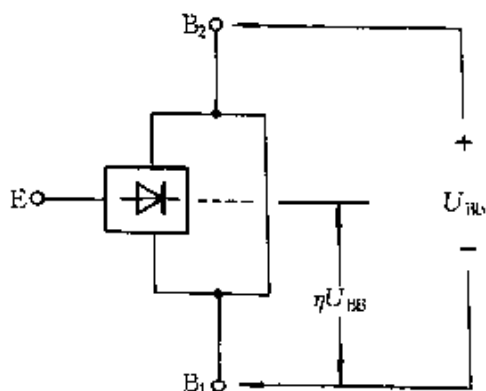

图 2-248
① 分压比 η , 指单晶体管发射极 E 至第一基极 B_1 间的电压(不包括 PN 结管压降)占两基极间电压的比例, 如图 2-248 所示。 η 是单晶体管很重要的参数, 一般在 0.3 ~ 0.9 之间, 是由管子内部结构所决定的常数。